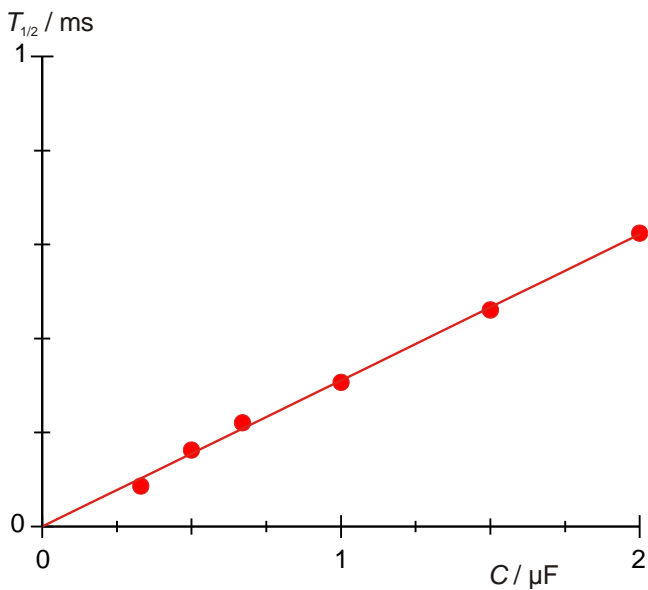

Fig. 6 Tiempo de vida media $T_{1/2}$ en dependencia con la capacidad C .
- Los tiempos de vida media $T_{1/2}$ de la Tab.4 se grafican en contra de las capacitancias C en un diagrama y se hace pasar entre ellos una recta que pase por el origen (Fig. 6).
- Para comprobar la ecuación (3), de la pendiente de la recta m_R se determina la resistencia óhmica R .